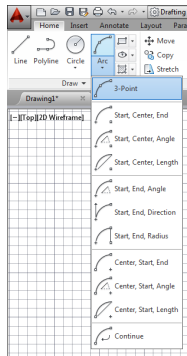

Рис. 16 Функция Arc (Дуга)
- Функция **Arc (Дуга)** позволяет рисовать дуги несколькими способами. При нажатии на стрелочку под иконкой выпадает список с вариантами построения дуги. Доступно построение **3-Point (По трем точкам)**, **Start, Center, End (По двум точкам и центру дуги)**, **Start, Center, Angle (По начальной точке, центру и углу)** (Рис. 16).